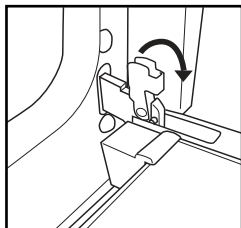

Fig. 1
2. Lyft de två spärrhakarna och skjut dem framåt till ändläge (fig. 1).